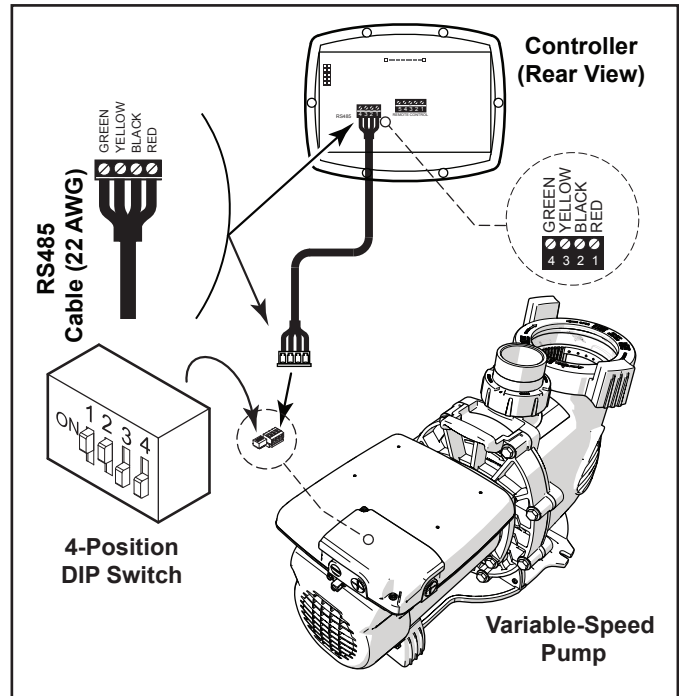

Figura 6. Cableado del Controlador JEP-R VSP
4. Inserte los cuatro (4) cables del cable RS-485 al conector RS-485. Haga coincidir los colores de los cables con las posiciones del conector. Véase "Figura 6. Cableado del Controlador JEP-R VSP"
6. los interruptores DIP 1 y 2 debe establecerse en la posición "ON" (encendido) y los interruptores 3 y 4 debe establecerse en la posición "OFF" (apagado). Véase "Figura 6. Cableado del Controlador JEP-R VSP"
7. Conecte el otro extremo del cable al controlador. Haga coincidir los colores de los alambres con las posiciones del conector apropiado Véase "Figura 6. Cableado del Controlador JEP-R VSP"